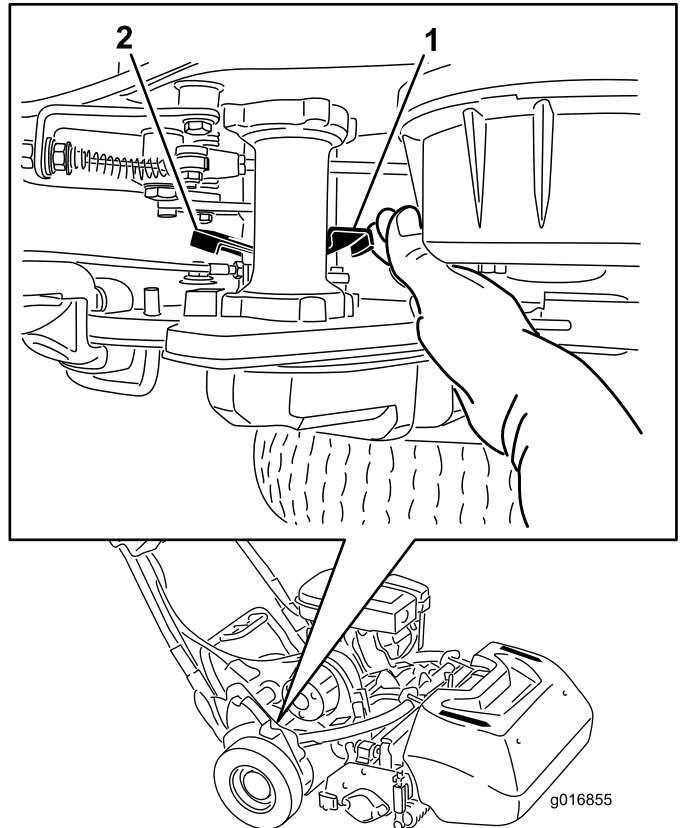

Figura 28
1. Sull'angolo posteriore destro della macchina, individuate la leva di innesto/disinnesto della trazione, vicino al tamburo di alloggiamento della trasmissione (Figura 28).